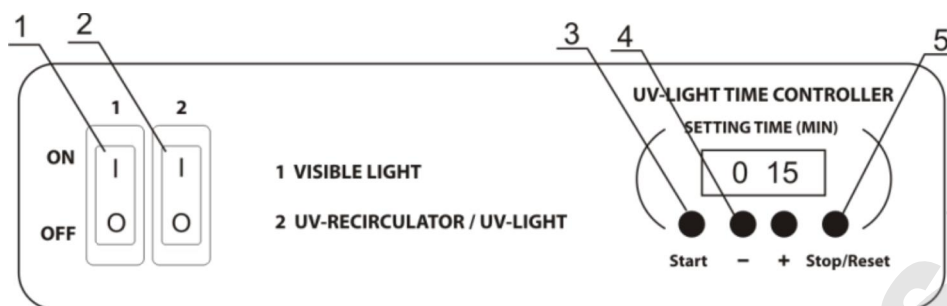

Fig.1. Panneau de configuration
4.2.1. Positionnez l'interrupteur 2 sur ON(Fig.1/2). Le recirculateur UV avec la lampe UV cachée s'allume automatiquement et le minuteur de lampe UV à éclairage ouvert est activé. Le recirculateur UV fonctionnera en permanence. Positionnez l'interrupteur 2 sur OFF pour l'arrêter.
4.2.2. Utilisez les touches + et - du minuteur (Fig.1/4) pour déterminer la durée (UV-LIGHT TIME CONTROLLER) d'exposition directe à la lumière UV de la zone de travail:
4.2.3. Appuyez sur la touche **Start** (Fig.1/3): la lampe UV s'allume automatiquement et le minuteur commence à décompter la durée d'exposition. L'indicateur du minuteur affiche la durée actuelle: jusqu'à 1 heure — en minutes et en secondes (mm:ss), après 1 heure — en heures et en minutes (hh:mm).
4.2.4. Vous pouvez éteindre la lampe UV à éclairage ouvert en pressant la touche **Stop/Reset** (Fig.1/5). La durée d'exposition déterminée sera enregistrée dans la mémoire. La durée déterminée ne sera pas enregistrée après l'arrêt complet de l'appareil.
4.3.1. Positionnez l'interrupteur 1 sur ON (Fig.1/1) pour éclairer la zone de travail (la lampe lumineuse (lumière visible) s'allume).